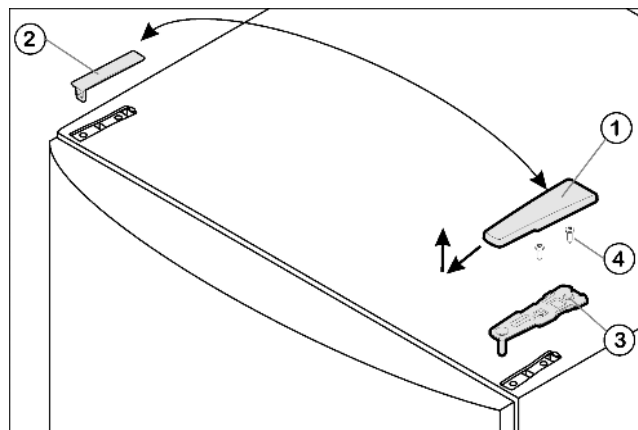

Fig. 4
- ▶ Enlever le cache Fig. 4 (1) vers l'avant et vers le haut.
- ▶ Retirer le cache Fig. 4 (2).
- ▶ Dévisser le support d'appui supérieur Fig. 4 (3)(2 Torx® 25) Fig. 4 (4) et retirer vers le haut.
- ▶ Placer le support d'appui supérieur Fig. 4 (3) sur le nouveau côté charnière de porte.
- ▶ Visser le support d'appui supérieur à fond (avec 4 Nm) (2 Torx® 25) Fig. 4 (4). Pointer les trous de vissage ou utiliser une visseuse sans fil.
- Faire encliqueter le cache Fig. 4 (1) et le cache Fig. 4 (2) du côté opposé.